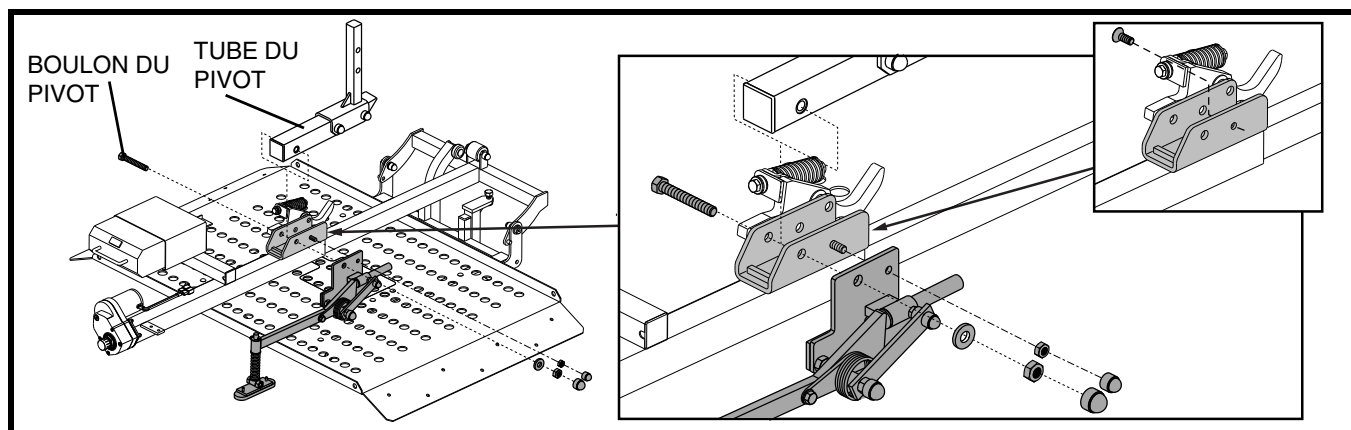

Figure 4. Installation du bras de blocage
NOTE: Si votre système de levage est équipé d'un goujon fileté permanent, l'enlèvement du tube de pivot n'est pas requis pour l'installation du bras de blocage. Voir la figure 4.
2. Faites fonctionner l'appareil afin de dégager le boulon du pivot. **Voir la figure 4.**
4. Retirez le tube du pivot. **Voir la figure 4.**